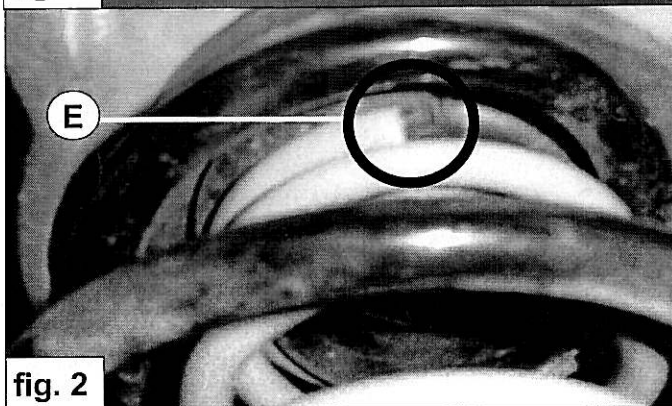

fig. 2
3. Draai de hulpveer C zodanig dat de beginwinding aan de bovenzijde bij punt E gelijk komt met de beginwinding van de hoofdveer H, zie fig 2.